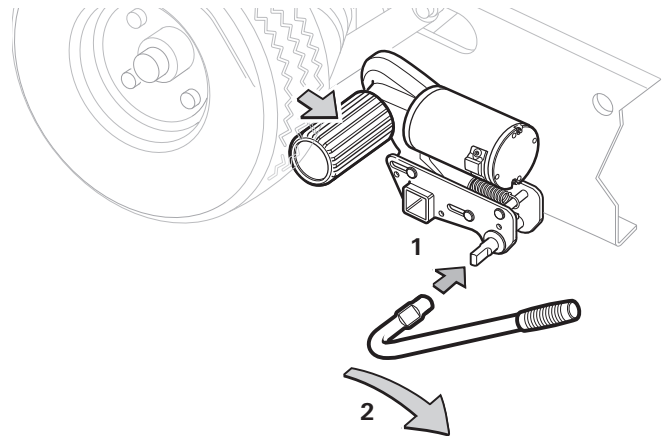
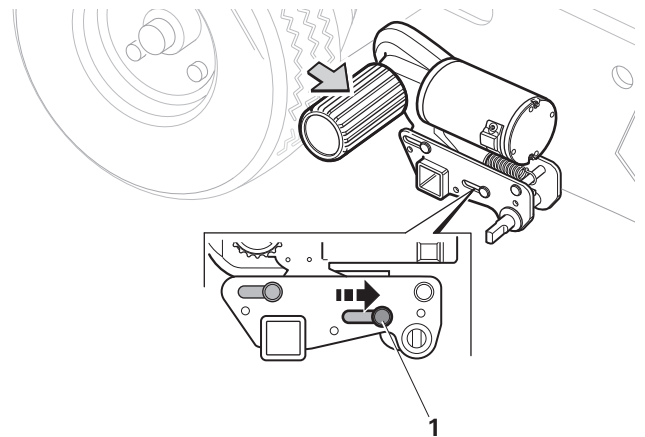

Figure 9
Figure 10
– Enfoncer le levier de plaquage sur l'arbre de rabattement (figure 9 - 1).
– Tourner le levier de plaquage dans le sens de la flèche (en s'éloignant de la roue du véhicule) (figure 9 - 2) jusqu'à ce que le rouleau d'entraînement s'enclenche en position finale. L'indicateur de position dans le boîtier se trouve maintenant sur « X » (figure 10 - 1).